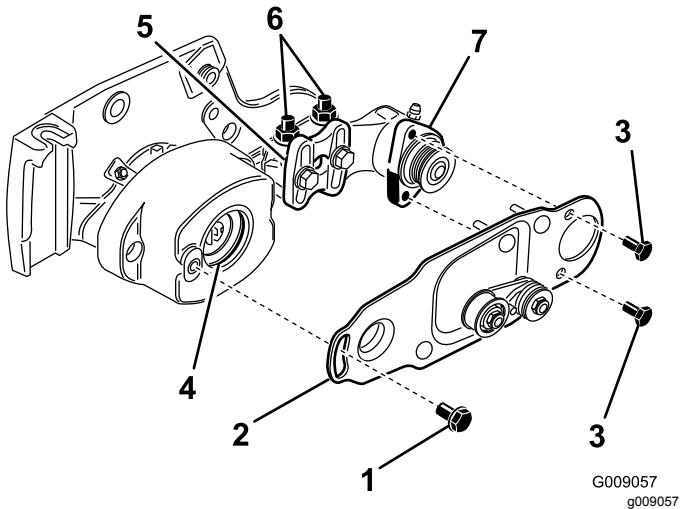

図 11
10. ベアリングハウジングのゴム製の内側にグリスを塗る図 11。
11. ローラブラシベアリングハウジングをローラブラシ取り付けブラケットに固定しているボルトをゆるめる 但し外さないこと図 11。
12. ローラブラシピボットプレートを取り付ける図 11。
13. $5/16 \times \frac{5}{8}$ in ボルト2本に 243 ロクタイト青を塗り、これを使ってブラシプレートをローラブラシベアリングハウジングに取り付ける図 11。
- ローラブラシ取り付けブラケットをカッティングユニットのサイドプレートに固定しているフランジナット2個をゆるめる図 11。
- ブラシプレートがカッティングユニットユニットのサイドプレートに平行になるまでローラブラシベアリングハウジングを回転させる図 11。
- ローラブラシ取り付けブラケットをカッティングユニットのサイドプレートに固定しているフランジナット2個を締め込む図 11。
18. ショルダボルトにロクタイト243青を塗布する図 11。ショルダボルトを使って、ブラシプレートをローラブラシハウジングに取り付ける図 11。